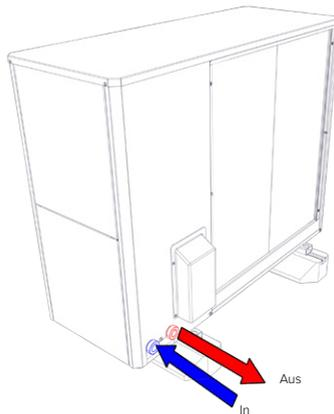

Abb. 26. Vorlauf- und Rücklaufanschlüsse der Wärmepumpe.
- 2) Schließen Sie die Vorlauf- und Rücklaufanschlüsse der Wärmepumpe wie in Abb. 26 gezeigt an.